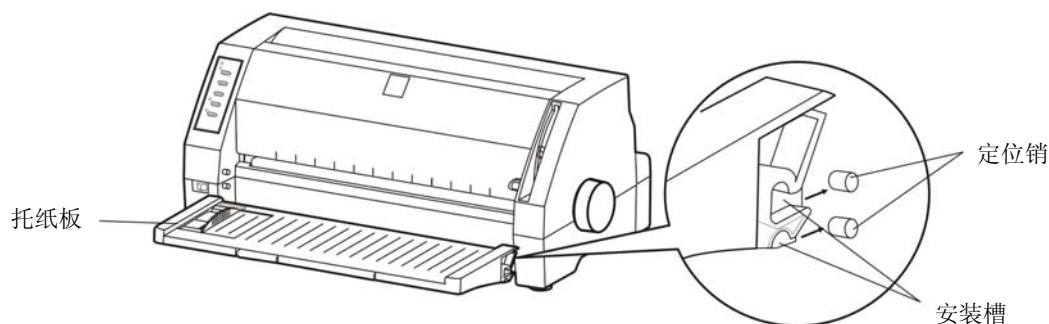

图 2-5 安装托纸板
1. 双手握住托纸板两端，将托纸板两外侧的安装槽对准打印机外壳前内侧的定位销后（如图 2-5 所示），向前推入。